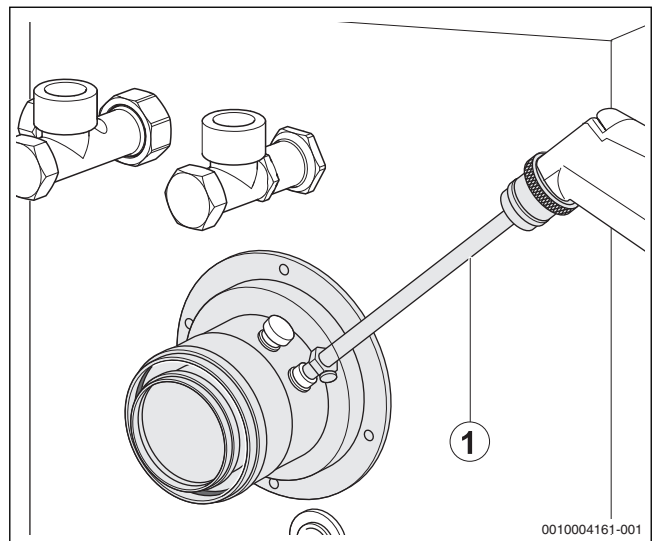

Fig. 54 Registrar los valores de medición
- ▶ Colocar la sonda de medición en el núcleo de la corriente de la chimenea introduciéndola a través del orificio de medición (→ fig. 54, pág. 30) y controlar el contenido de CO2.